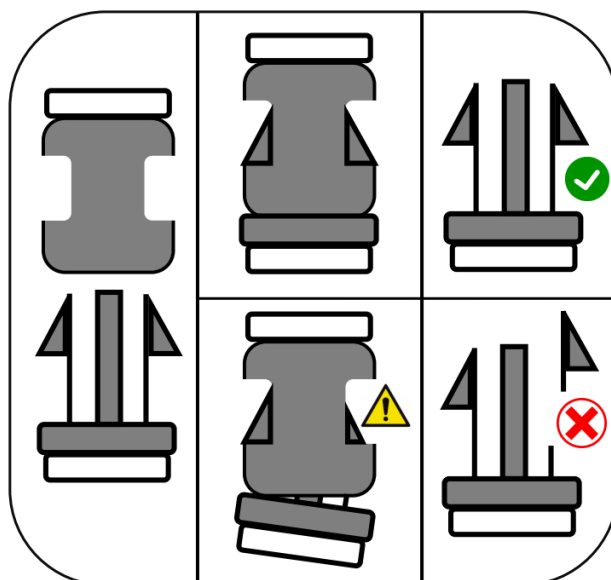

Рисунок 1 – Схема правильного закрытия полуавтоматической застёжки-фастекс
- 4.7 Перед работой необходимо убедиться, что все застёжки-фастексы полностью зашелкнуты, а стропы полностью закреплены (см. рис.1).